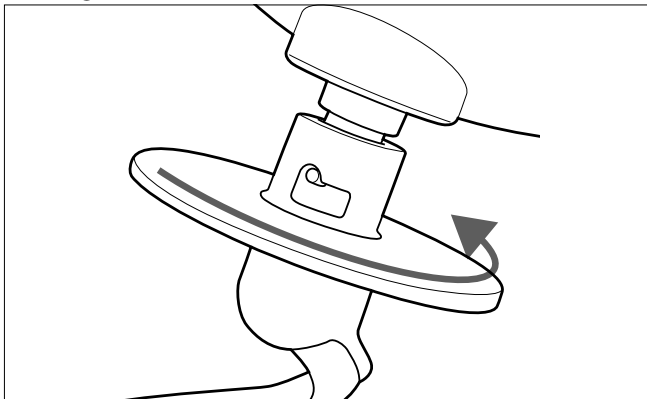

Abb. 10 – Rührwerkzeug sichern
- ▶ Drücken Sie das Rührwerkzeug nach oben und drehen es im Uhrzeigersinn, bis es einrastet. Ein Rührwerkzeug kann nur dann richtig eingesetzt und gedreht werden, wenn die Führungsnase in der entsprechenden Führungsnut sitzt (siehe Abb. 10).